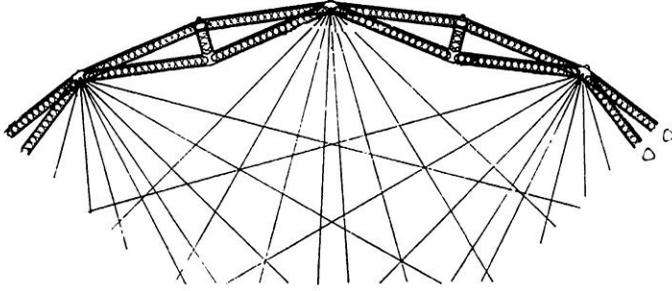

FIG. 3. — DISPOSITION D'UN ANNEAU PRINCIPAL
*La carcasse.* — La carcasse est composée d'anneaux rigides d'armaturage perpendiculaires à l'axe du ballon. Ces anneaux se présentent sous la forme générale d'un polygone régulier de vingt-quatre côtés. Toutefois, ceux qui viennent former l'arrière du ballon n'ont que huit côtés. Ils sont de deux types : les anneaux principaux, dont les sommets correspondants sont reliés les uns aux autres par des tendeurs (fig. 3 à la page suivante); les anneaux intermédiaires, qui ne présentent pas cette particularité. Il en résulte :